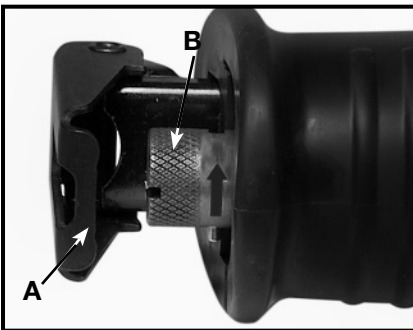

Fig. 6
2. Gire la zapata de guía (A) Fig. 6, hacia adelante para aumentar la entrada al seguro de segueta (B) Fig. 6.